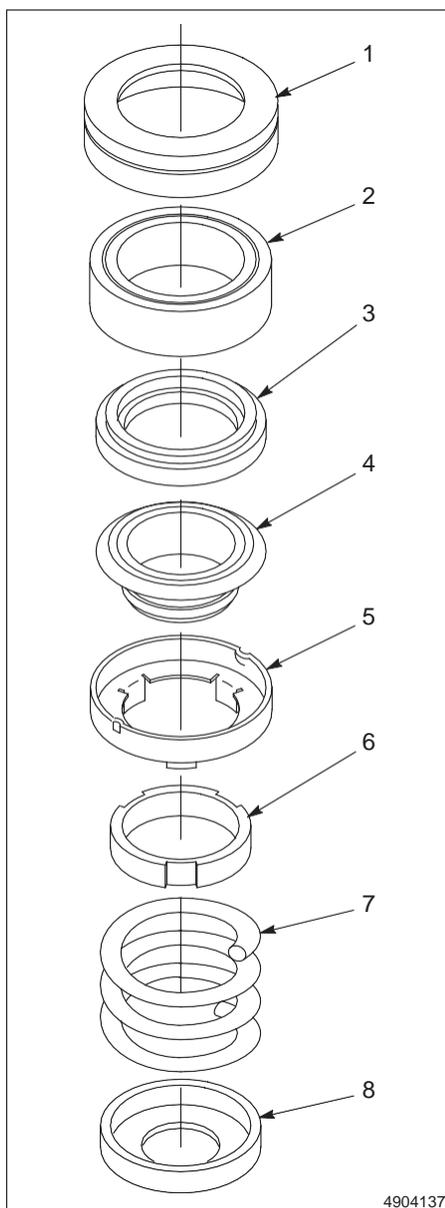

Fig. A 9-5 Componentes da Vedação de Face
1. Com o conjunto de acionamento fora do processador, remover o parafuso cabeça panela (2) que seguram a manga de retenção (3) no acoplamento de acionamento (1). Remover a manga de retenção.
3. Remover o anel de retenção externo (5) e a arruela plana (6) do conjunto de acionamento.
NOTA: A vedação de face (4) é composta de partes mostradas na Figura A 9-5.